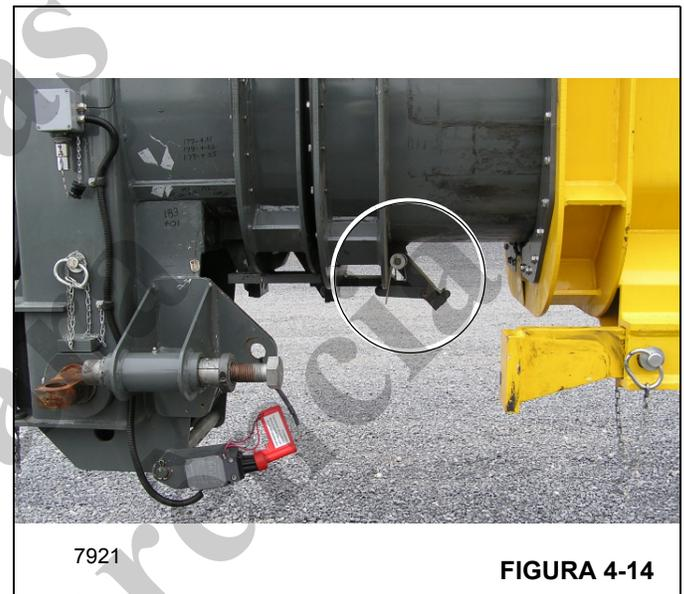

FIGURA 4-14
- 5. Puxe para baixo a alça para desengatar o calço de parada da extensão da lança acionado por mola (Figura 4-14). Coloque a extremidade da alça na placa de retenção.